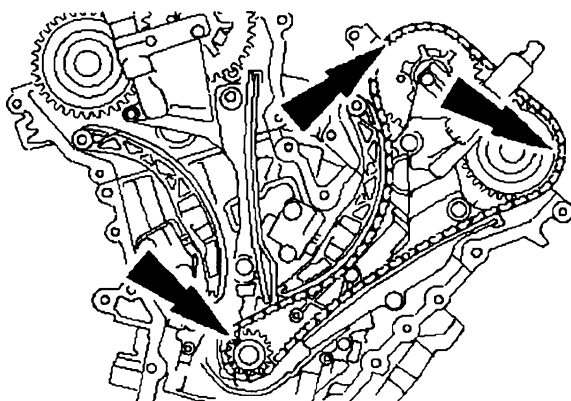

图 11-10 对齐曲轴和左侧凸轮轴链轮上的标记
13) 顺时针转动曲轴, 直至曲轴键槽位于 11 点钟位置, 左侧进气凸轮轴链轮上的正时标记位于 9 点钟位置, 左侧排气凸轮轴上的正时标记位于 2 点钟位置, 如图 11-10 所示。